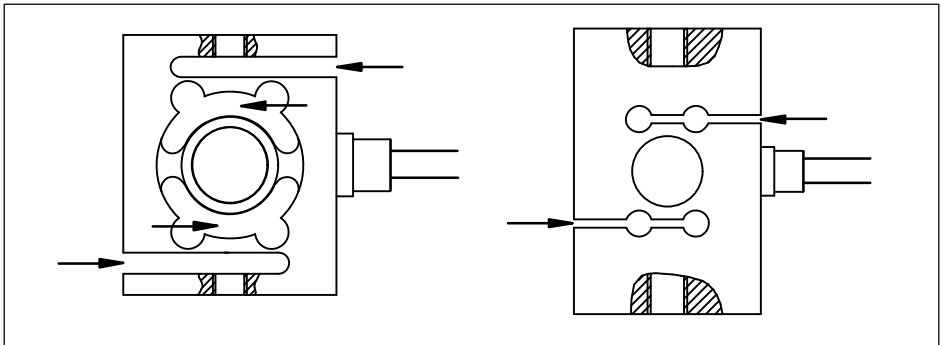

Abb. 6.1 Ablagerungen an den gekennzeichneten Stellen sind zu vermeiden
*Fehlmessungen können die Folge sein, wenn sich Staub oder Schmutz innerhalb der Kraftaufnehmer ablagern. Die betreffenden Stellen sind in Abb. 6.1 mit Pfeilen markiert.*